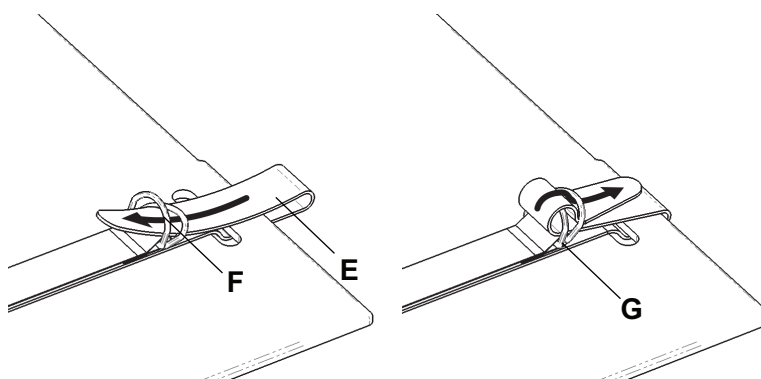
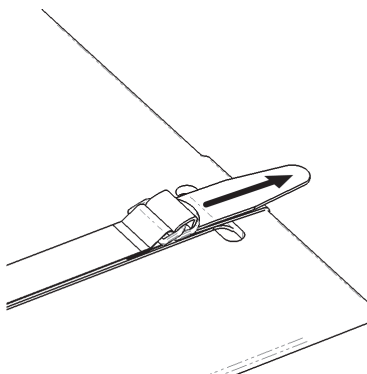

Figure 3 – Sangle d'arrimage
Figure 4 – Tirer la sangle d'arrimage
9. Passer la sangle d'arrimage (E) à travers les anneaux en D (F) (Figure 3).
10. Passer la sangle d'arrimage entre les anneaux en D (G) en formant une boucle (Figure 3). Tirer la sangle d'arrimage jusqu'à ce qu'elle soit bien fixée (Figure 4).